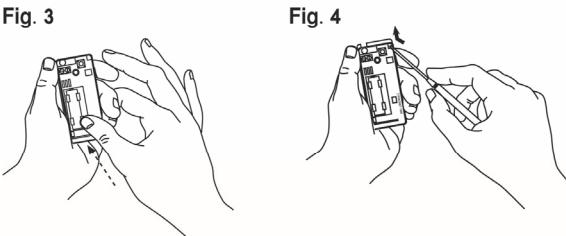

Fig. 3
- b. Retirez la pile de sa protection isolante et réinsérez-la dans le transmetteur en respectant la polarité indiquée (cf. fig. 3).